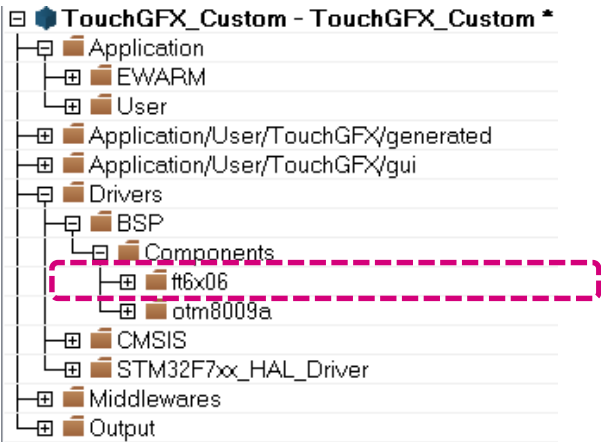

图2
- 在IAR工程中，添加驱动文件ft6x06.c到工程，如右图2所示。